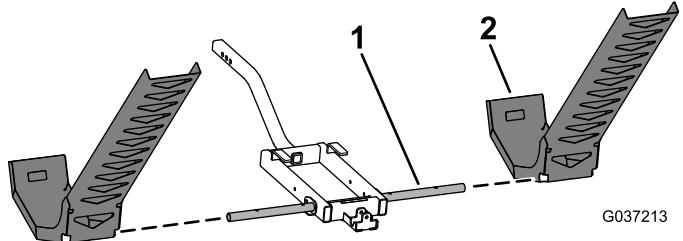

Рисунок 4
- Наденьте левый и правый наклонные въезды разбрасывателя на поворотный вал разбрасывателя (Рисунок 4).